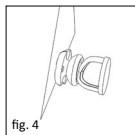

fig. 4
■ **fig. 4** L'élément en forme de cloche du gabarit sert à recevoir la tête de l'étrier pendant la mesure. La partie circulaire est destinée à être posée contre le tympan. Pour déterminer la longueur de la prothèse, vous devez tenir compte de l'épaisseur du greffon (p. ex. plaque cartilagineuse) qui sera intercalé entre le tympan et la prothèse. Une fois la longueur optimale définie, la longueur correspondante peut être réglée / sélectionnée sur la prothèse partielle.